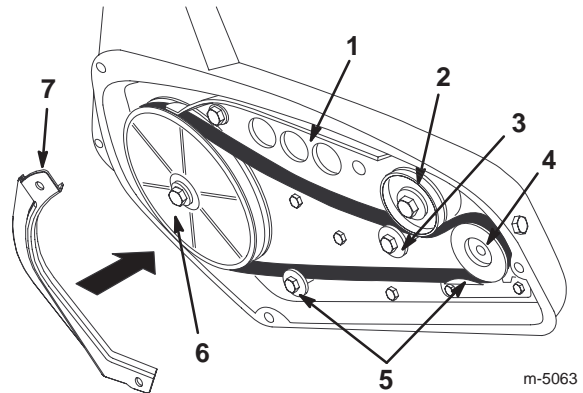

Figure 21
6. Retirez la courroie de transmission usagée de la poulie motrice et de la poulie folle (Fig. 21).
7. Appuyez sur la poulie de tension et enlevez la courroie d'entraînement usagée de la poulie de turbine (Fig. 21).
8. Appuyez sur la poulie de tension et acheminez la courroie de transmission neuve autour de la poulie de turbine (Fig. 21).
9. Relâchez la poulie de tension et acheminez la courroie d'entraînement sur les deux guide-courroie, autour de la poulie motrice et entre la poulie de tension et le galet (Fig. 21).
Important La courroie d'entraînement doit passer en haut du galet et des deux guide-courroie, comme indiqué à la Figure 21.